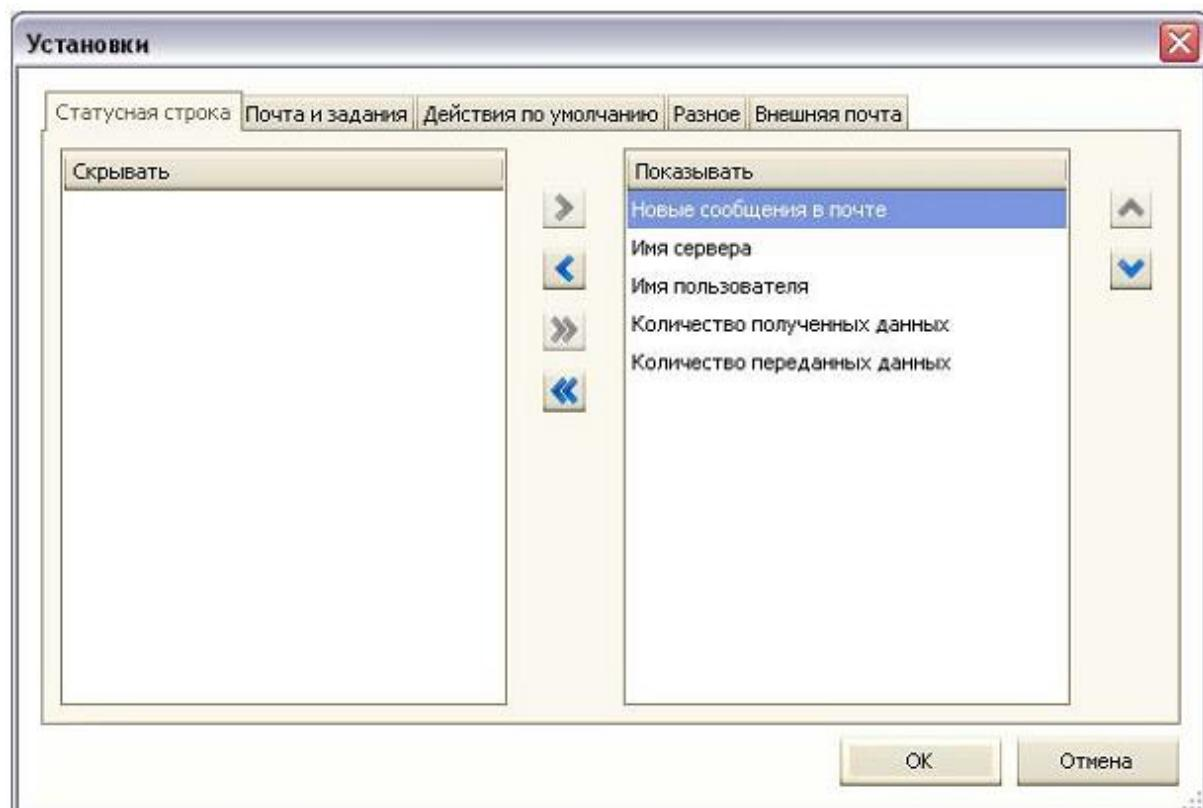

Рис. 7 Окно «Установки»
**Статусная строка** предназначена для отображения подсказок. В правой её части может отображаться имя компьютера сервера приложений, к которому производится подключение и имя пользователя, пиктограммы новых почтовых сообщений и заданий, а также другая информация. Настройки размещения информации в статусной строке выполняются при помощи страницы «Статусная строка» окна «Установки» (рис. 7), для вызова которого используется команда текстового меню «Сервис/Установки ...».